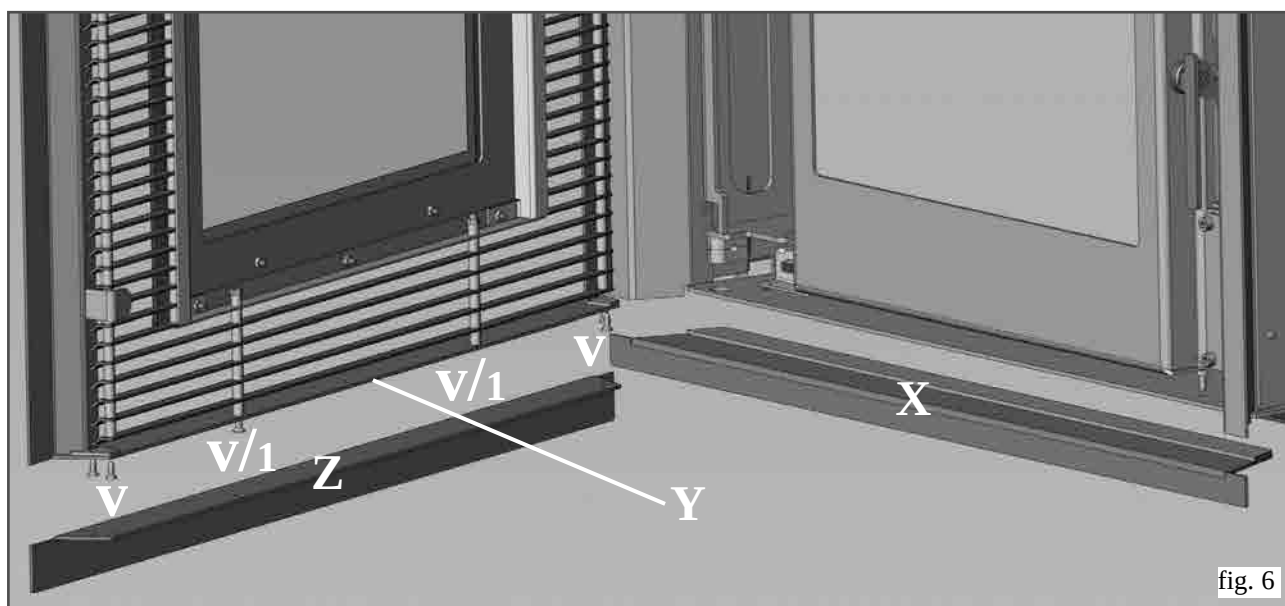

fig. 6
Aprire la cornice esterna con griglia di Inpellet 54, montare, sulla base inferiore della struttura, il profilo cornice inferiore (X) fissandolo con viti in dotazione (vedi fig. 6).
Sulla cornice esterna con griglia, sostituire, il profilo inferiore piatto già montato (Y), con il profilo inferiore a "L" in dotazione (Z), agendo sulle 4 viti autofillettanti (V) e le 2 viti con dado montate sui tondini (V/1) (vedi fig. 6).